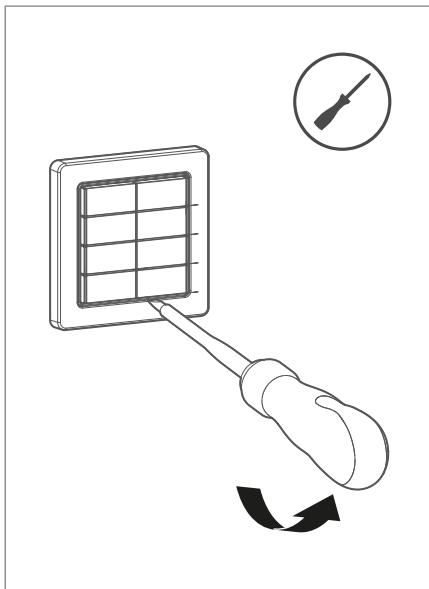

Bild 18: Tasten entfernen
- ① Tasten vom Tastsensormodul entfernen (siehe Bild 18).